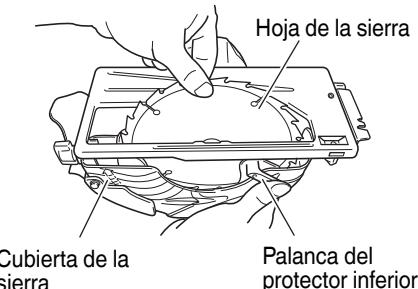

Fig. 16
- (2) Baje la palanca de bloqueo, bloquee el husillo y retire el perno de la izquierda y la arandela (B2) con la llave de caja cerrada.
- (3) Mientras mantiene sujetada la palanca del protector inferior para mantenerlo totalmente replegado en el interior de la cubierta de la sierra, retire la hoja (Fig. 16).